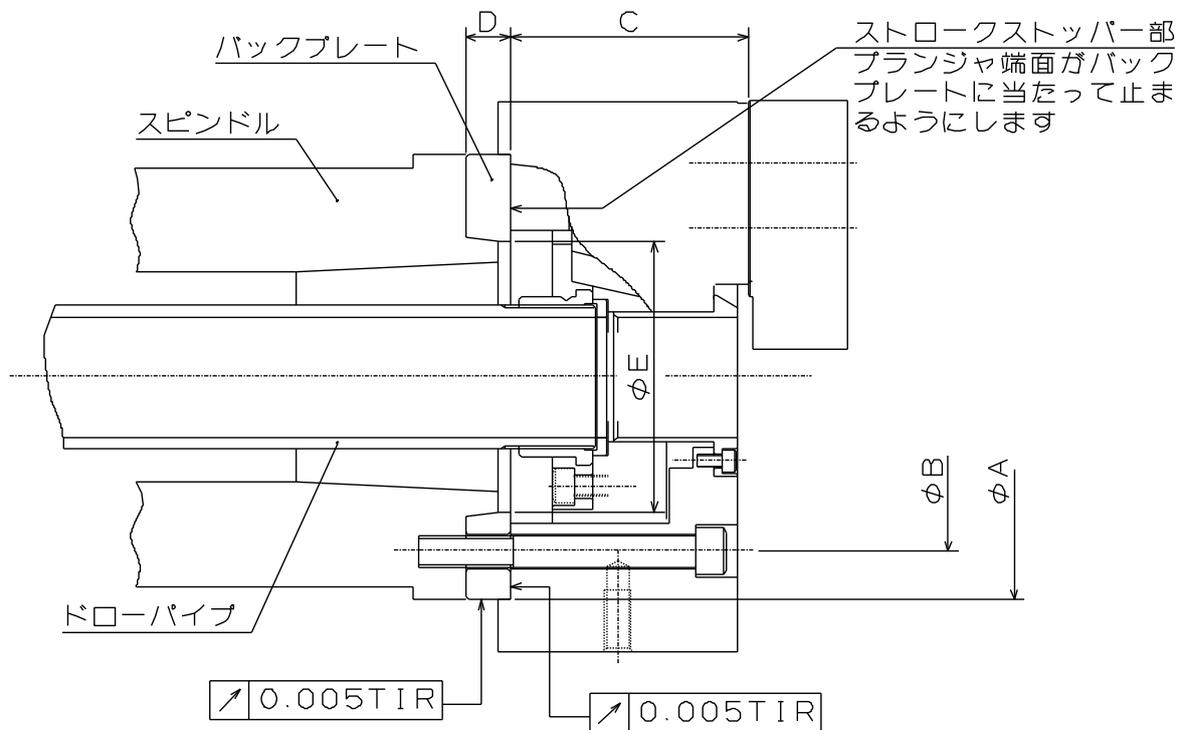

図 17
- 図 17 は JIS ショートテーパ規格の場合である。
- バックプレートはプランジャナットを引いた際に、プランジャナット端面がバックプレートに当たって止まるような寸法(図 17 の寸法 ϕE)とすること。ストロークが規定よりも大きくなると、チャックの破損や把握不良の原因となる。